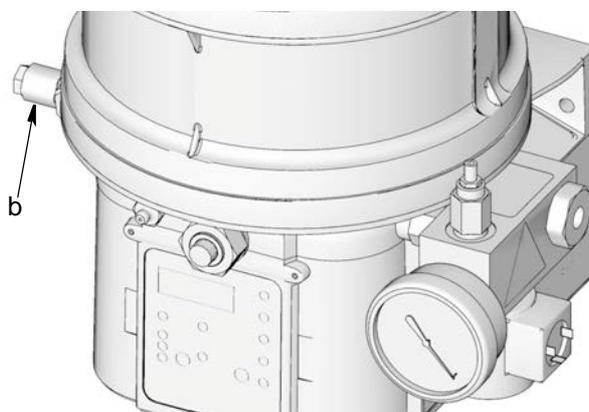

FIG. 7
4. Monter l'ensemble banjo (b) sur l'élément G3 sur le côté de la pompe qui n'a pas de purgeur. (FIG. 7).